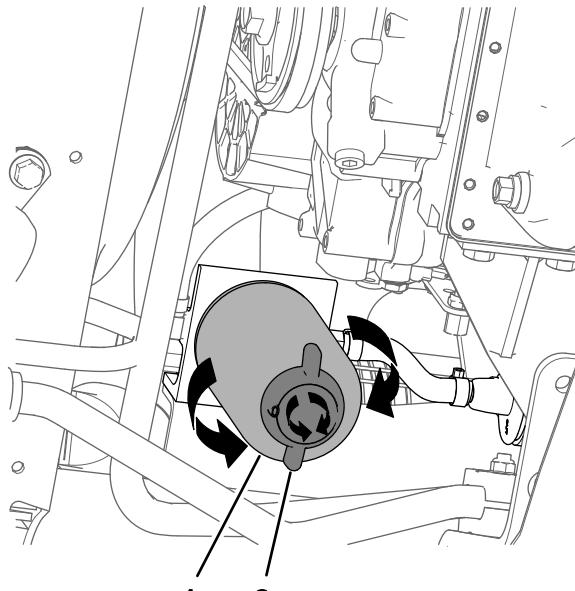

图 77
4. 在燃油滤清器下面放置一个放油盘请参阅更换水分过滤器\(页码48\)中的图77。
2. 在水分离过滤器下面放置一个排油盘图 77。
3. 逆时针旋转水分离过滤器底部的排水阀图 77。
4. 清洁水分离过滤器和滤清器安装座周围的区域图 77。
- 拆下水分离过滤器图 77。
- 确保水分离过滤器底部的排水阀按照顺时针方向旋转牢牢拧紧图 77。